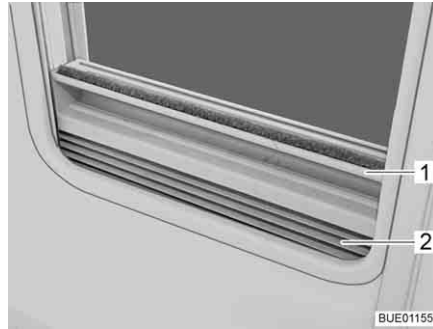

Bild 50 Plisségardin
- Ta tag i mitten på plisségardinens (Bild 50,2) list (Bild 50,1) och drag den nerifån och upp och släpp loss den vid önskad höjd. Plisségardinens stannar på denna höjd.